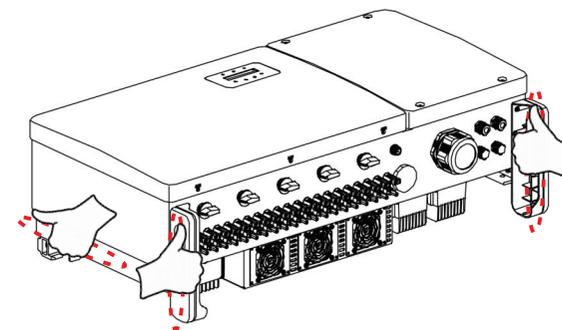

图3.5 逆变器手柄
2. 需要两个人从纸箱中取出逆变器。可以参考图示扶抬区将逆变器从纸箱中取出（参见图3.5）。